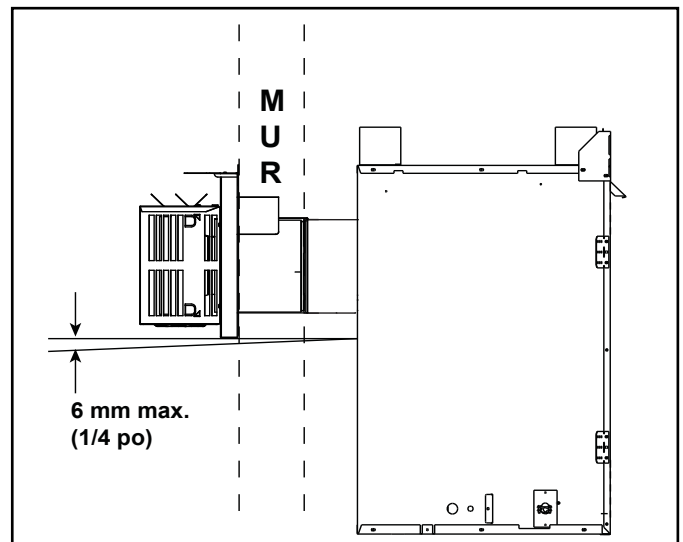

Figure 4.9 Mesure par rapport à la surface extérieure de montage
- Les extrémités horizontales sont mesurées par rapport à la surface de montage extérieure (bride du bouchon de l'extrémité). Voir la Figure 4.9.